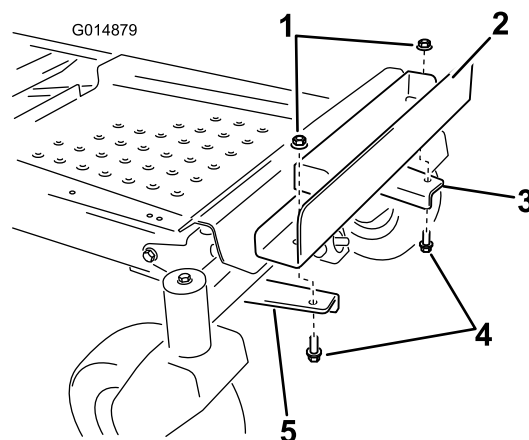

Figura 8
6. Instale el soporte de peso en los soportes de montaje alineando los taladros exteriores de la bandeja con los soportes de montaje instalados anteriormente (Figura 8).
7. Sujete el soporte de peso con 2 pernos ($\frac{3}{8}$ " x 1") y 2 contratuercas ($\frac{3}{8}$ ") (Figura 8).